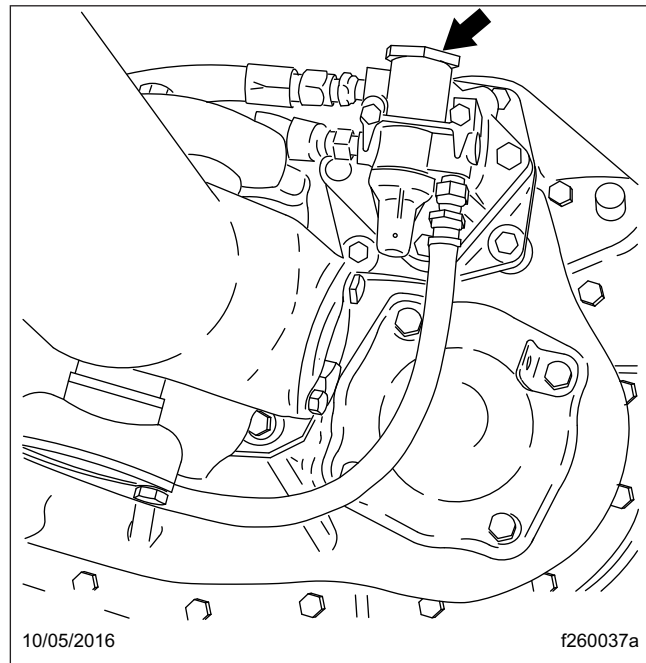

Figura 6, Ubicación del filtro y regulador de aire
2. Limpie el exterior del filtro y regulador de aire con un solvente de limpieza. Vea la Figura 6.